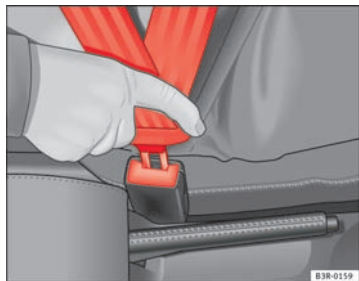

Fig. 11 Sikkerhedsselens selelås og låsetap
- Stik låsetappen ind i den selelås, der hører til den pågældende siddeplads. Du skal kunne høre, at den går i hak ⇒ Fig. 11.